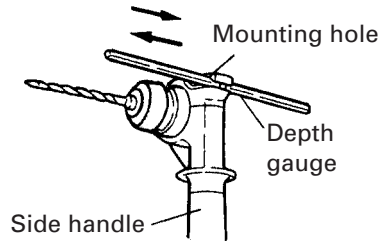

Fig. 16
6. Using depth gauge (Fig. 16)